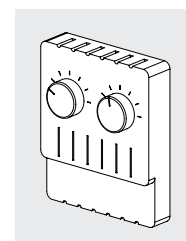

Abbildung 15
- 8.7 Der Schaltschrank kann mit einem Heizstab (elektrisches Heizelement) ausgestattet werden. Das Heizelement kann automatisch über einen integrierten Thermostat oder über einen externen Thermostat geregelt werden. Sehen Sie in der mit dem Schaltschrank gelieferten Dokumentation nach. Wenn sowohl die Heizung als auch das Kühlgebläse vorhanden sind, verfügt der externe Thermostat über eine doppelte Regelung. Die Parameter werden von Modine voreingestellt. Passen Sie die Einstellungen bei Bedarf an die örtlichen Betriebsbedingungen an. Siehe Abbildung 15 als Beispiel.